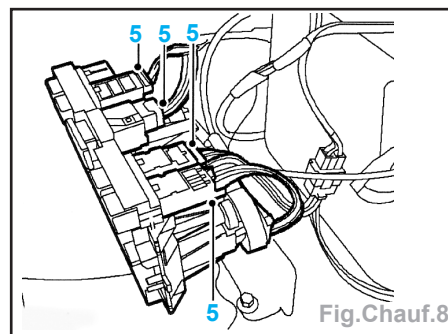

Fig. Chauff.8
- les 4 fiches (5) multibroches du groupe d'interrupteurs de commande de chauffage (Fig. Chauff.8),